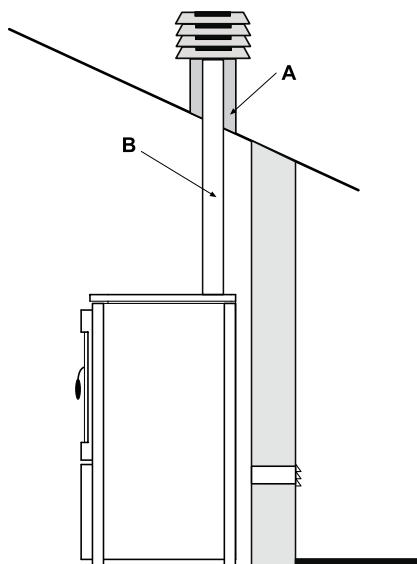

Fig. 5.5
- In caso di canna fumaria di sezione maggiore è necessario "intubare" la canna fumaria con una tubazione in acciaio (con diametro in funzione del percorso) opportunamente isolata (Fig. 5.5).
- Evitare il contatto con materiale combustibile (travi in legno) e in ogni caso provvedere al loro isolamento con materiale ignifugo (fig. 5.5).
- If the flue has a larger cross-section it is necessary to insert a steel pipe (with a diameter based on the path) which is properly insulated (Fig. 5.5).
- Avoid contact with combustible material (wood beams) and in any case ensure that they are insulated with fireproof material (Fig. 5.5).
- Bei einem Rauchfang mit größeren Innenmaßen muss ein dementsprechend isoliertes Stahlrohr (mit Durchmesser je nach Strecke) eingeführt werden (Abb. 5.5).